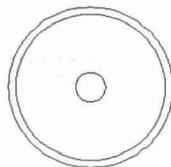

图1-13 最终效果图
(4) 单击“绘图”工具栏中的“圆”按钮 , 捕捉半径为 20mm 的圆的圆心,然后分别绘制出两个半径为 100mm 和 110mm 的同心圆,如图 1-13 所示。